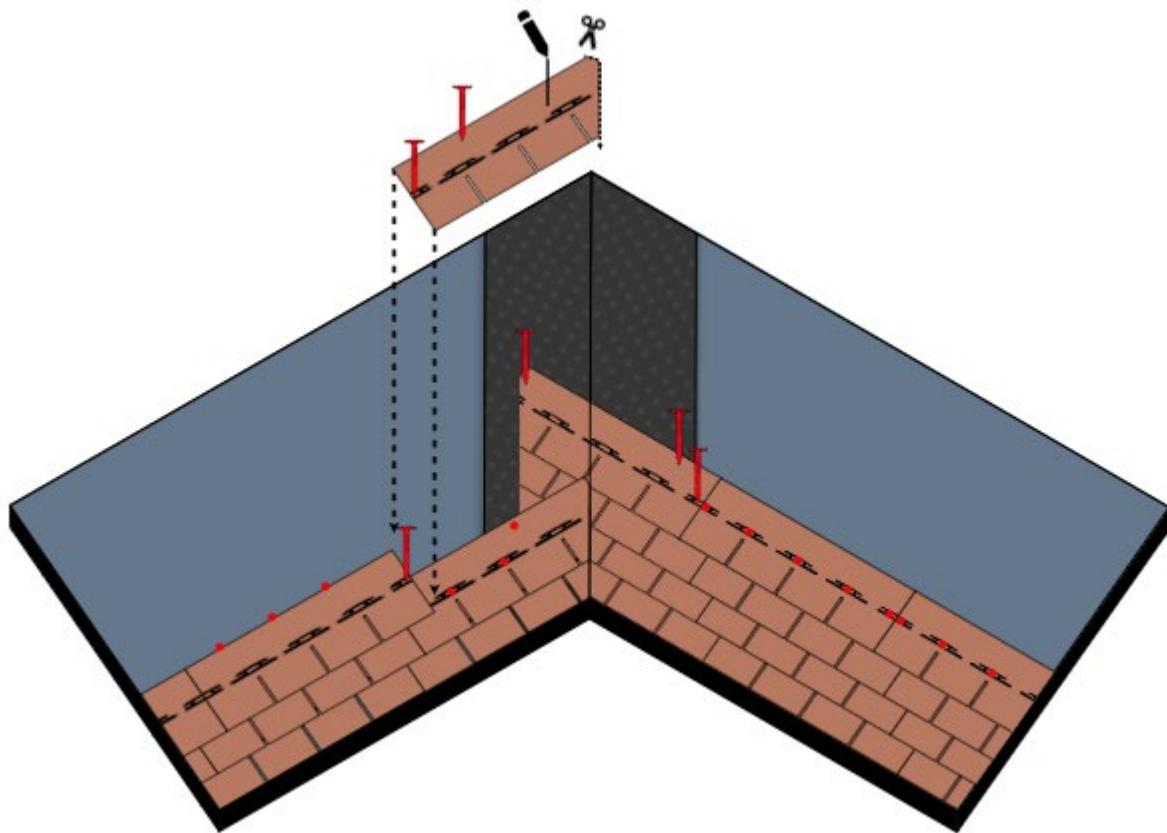

Fig. 13 – Posa tegole sul compluvio
- Una volta completata la prima falda per l'intera lunghezza del compluvio, passare alla falda adiacente. Iniziare la posa delle tegole dalla fila di partenza e proseguire per file successive. L'ultima tegola di ogni fila dovrà arrivare almeno fino all'asse di compluvio – Fig. 13.
al taglio delle tegole della seconda falda seguendo la linea di compluvio. Tagliare trasversalmente lo spigolo superiore di ogni tegola al compluvio, in modo da convogliare l'acqua discendente lungo l'asse del compluvio. Sollevare le tegole, una per volta e fissarle con del Bitustick - Fig. 13.